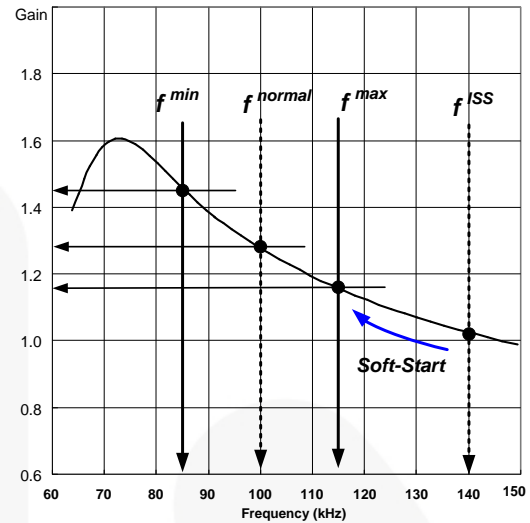
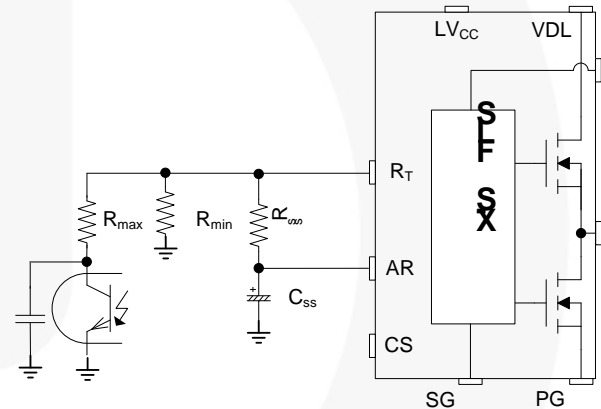

图17. 谐振转换器典型增益曲线
图18. 频率控制电路
3. 频率设置： 图17显示谐振转换器的典型电压增益曲线，其中增益与 ZVS 区域的开关频率成反比。输出电压通过调节开关频率进行控制。图18显示 R_T 引脚的典型电路配置，其中光耦合器晶体管连接至 R_T 引脚，用于调节开关频率。
串联电路，即可建立软启动电路，如图18所示。FLS-XS 系列产品还设有 3 ms